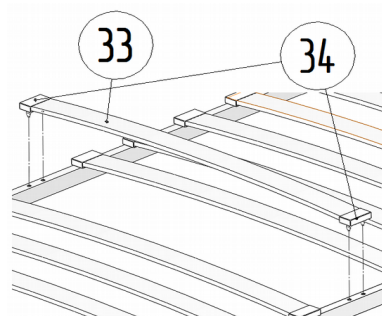

Рис.22
18. Собрать латофлексы поз.33 с латодержателями поз.34 и установить на раму кровати (рис.22). Латодержатели должны входить в отверстия со щелчком.